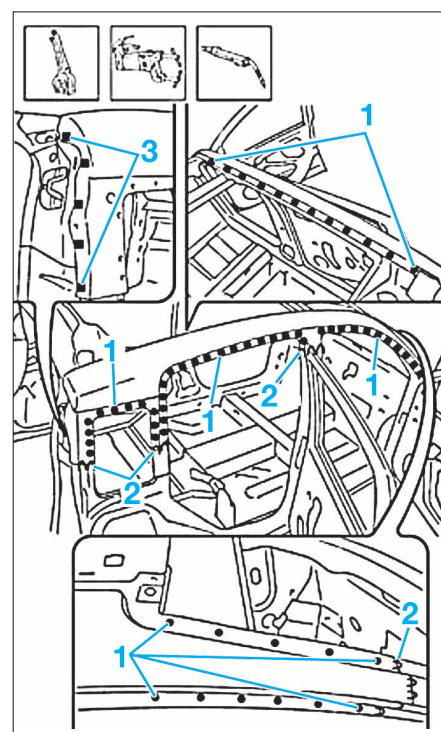

FIG. 49
• Ajuster la partie supérieure côté de caisse, puis souder comme illustré (Fig.49).